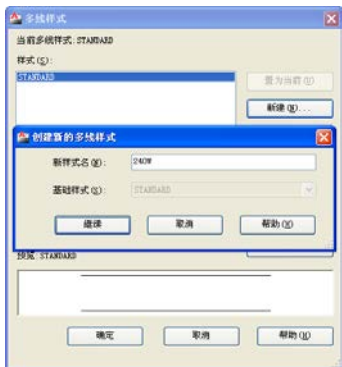

图 15.11 创建 240W 多线样式
(1) 执行多线样式命令，将弹出“多线样式”对话框，单击“新建”按钮，弹出“创建新的多线样式”对话框，输入“240W”新样式名，如图 15.11 所示。